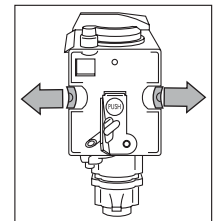

Fig. 44
- Una volta inserito, assicurarsi che i due tasti rossi siano scattati verso l'esterno (Fig. 44)